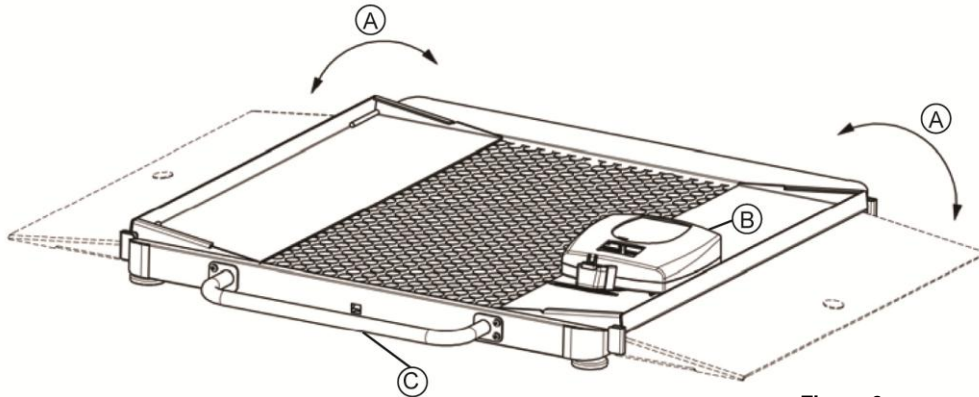

Figura 3
1. Pliegue ambas rampas, la izquierda y la derecha (A), sobre la plataforma mientras la báscula se encuentra apoyada en el piso (Figura 3).
2. Coloque el indicador (B) sobre las clavijas ubicadas en una de las rampas plegadas, deslizándola por las ranuras de la parte posterior del indicador hasta las clavijas levantadas.